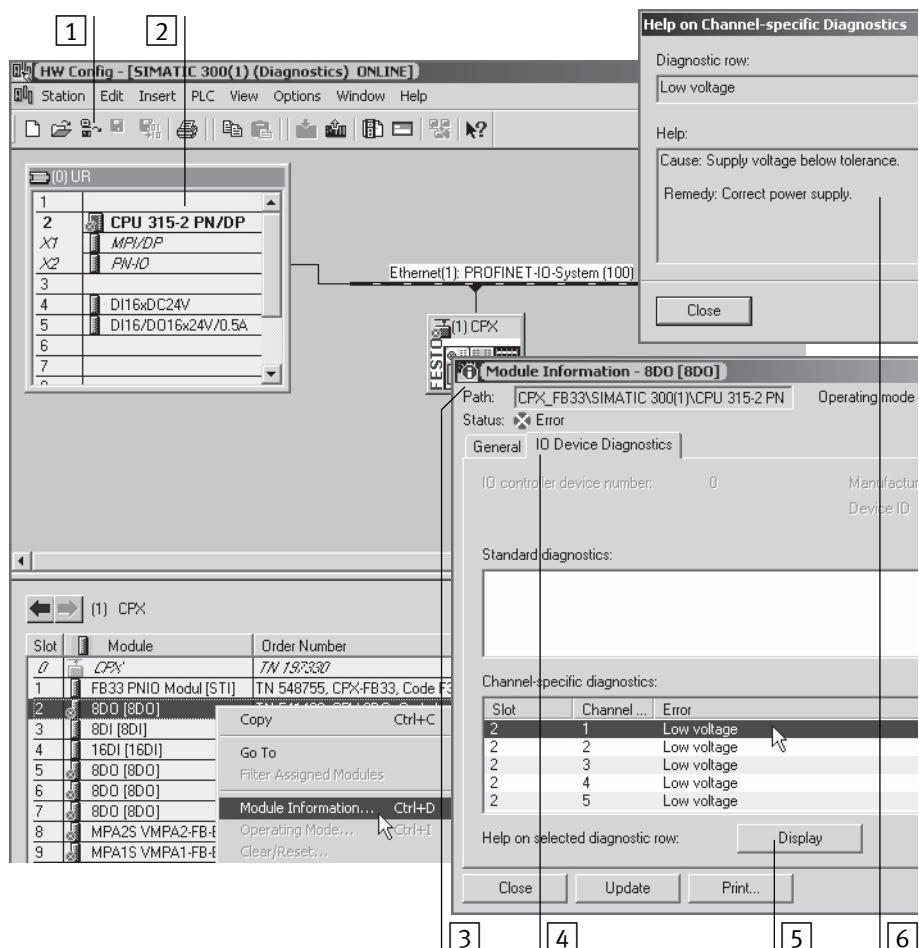

Fig. 3/2: Diagnosi online con STEP 7 Siemens
2. Commutare dal modo offline al modo online (vedi Fig. 3/2 1).